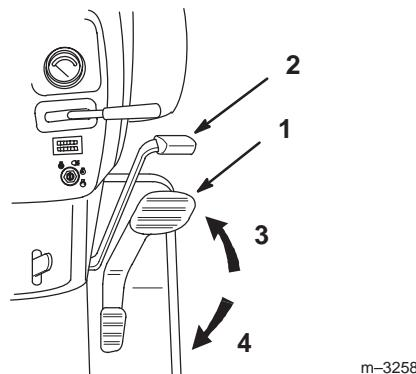

Figure 19
- Posez le pied sur la pédale de déplacement et appuyez progressivement sur le haut de la pédale pour avancer ou sur le bas pour faire marche arrière (Fig. 19).